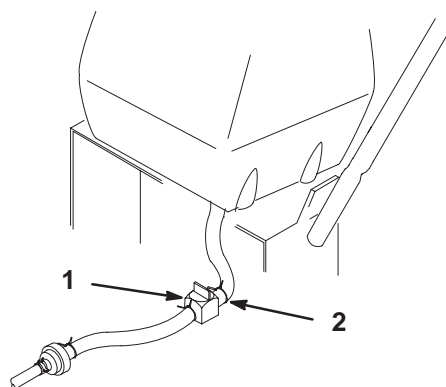

Figure 37
2. Fermez le robinet d'arrivée d'essence sur le réservoir (Fig. 37).
3. Pincez les extrémités du collier de fixation et poussez le collier en haut de la conduite d'alimentation, à l'opposé du robinet d'arrivée de carburant (Fig. 37).
4. Débranchez la conduite d'alimentation du robinet (Fig. 37). Ouvrez le robinet d'arrivée de carburant et laissez l'essence s'écouler dans un bidon agréé ou un bac de vidange.
6. Ouvrez le robinet d'arrivée d'essence sur le réservoir (Fig. 37).
7. Recherchez et réparez les fuites éventuelles (Fig. 37).